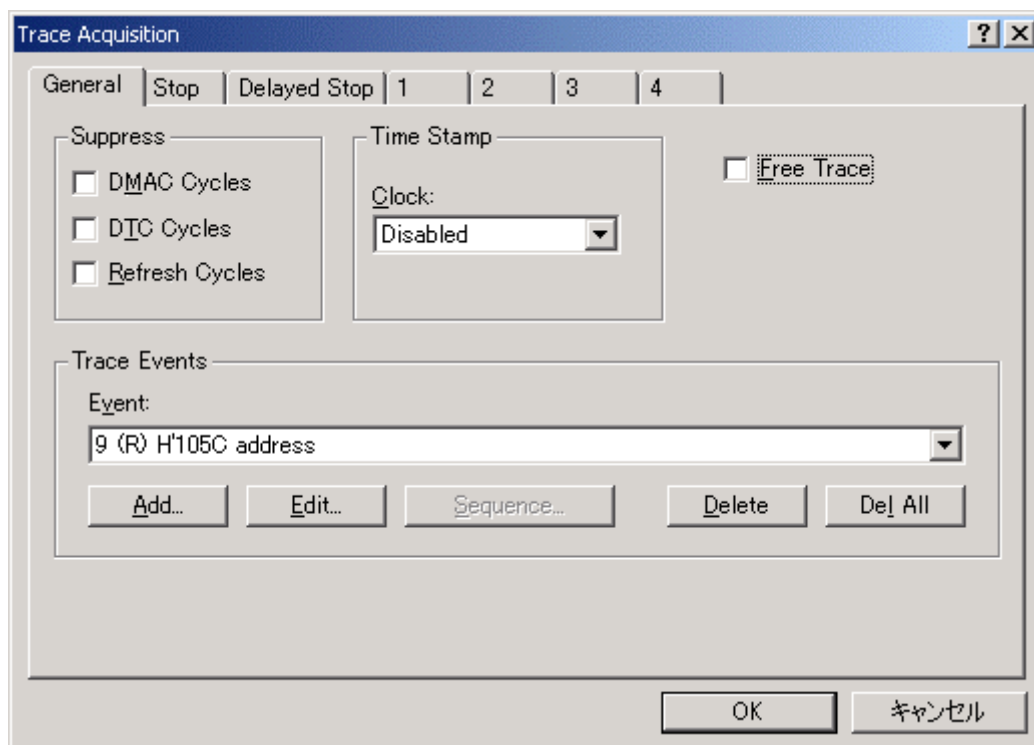

図 6-45 [Trace Acquisition]ダイアログボックス (ページ追加)
- (7)設定したイベントを有効とする為に、[General]ページの[Free Trace]チェックボックスのチェックを解除します。チェックを解除すると新たに[1]～[4]のページが表示されます。（図 6-45 [Trace Acquisition]ダイアログボックス）